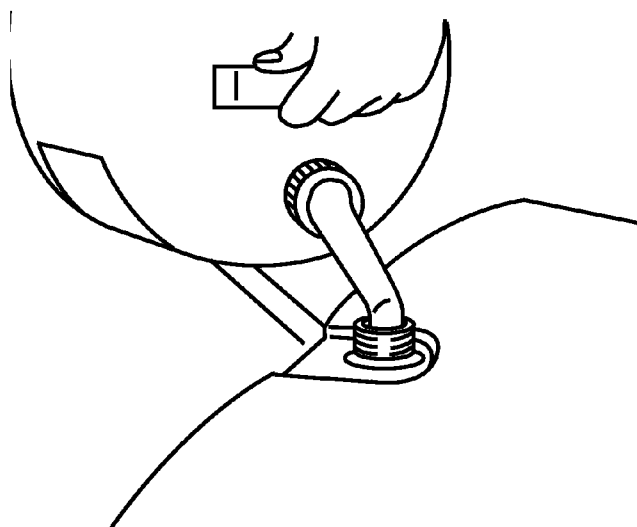

Figure 10
1. Nettoyer le pourtour du bouchon d'essence avant de le retirer (Fig. 10). Remplir le réservoir du mélange huile/essence jusqu'à 6,5 mm (1/4 po.) du col du tube de remplissage. Ne pas remplir le tube. NE PAS REMPLIR LE RÉSERVOIR EN EXCES. Replacer le bouchon correctement et essuyer tout carburant répandu.